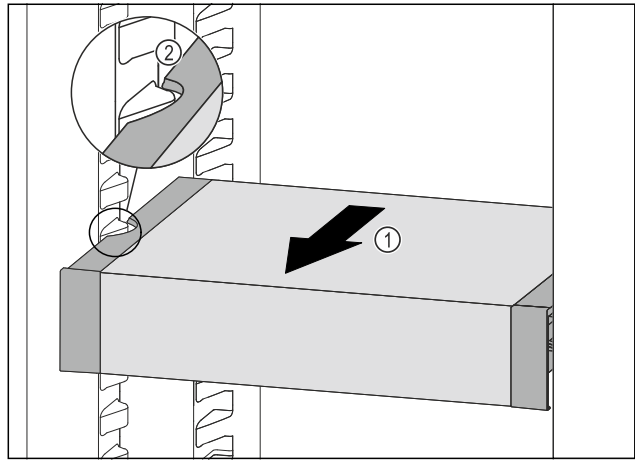

Fig. 46
- ▶ Потягнути VarioSafe вперед Fig. 46 (1), поки бокові заглиблення VarioSafe не опиняться на рівні ребра для резервуара в охолоджувальному відділенні. Fig. 46 (2)